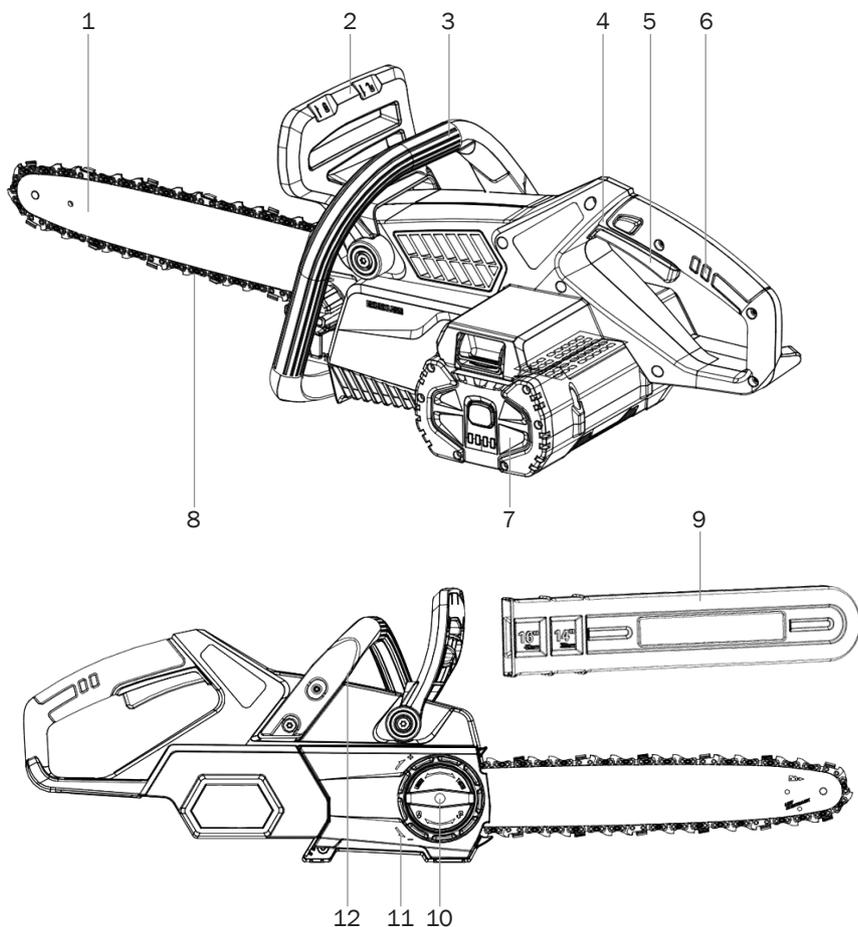

Рис. 1
1. Снимите защитный кожух поз. 9 рис. 1 с пильной шины с цепью.
2. Удерживайте пилу двумя руками, по руке на каждой рукоятке. Нажмите кнопку безопасности поз. 4 рис. 1 и кнопку включения поз. 5 рис. 1. Отпустите кнопку безопасности поз. 4 рис. 1, как только пила включится. Вы должны продолжать удерживать курок включения поз. 5 рис. 1 для продолжения работы.